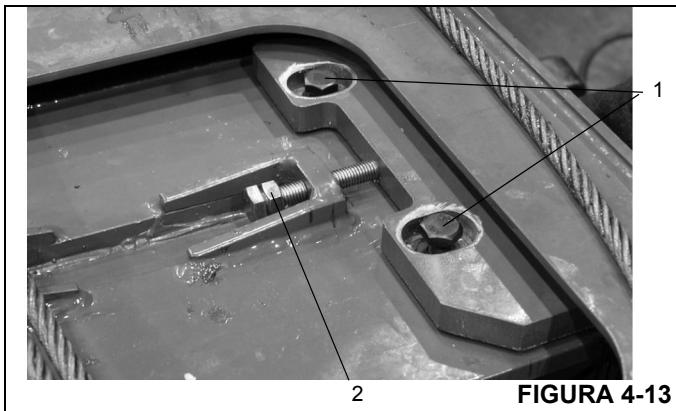

FIGURA 4-13
2. Remova o parafuso (Figura 4-13, 1), a arruela e a arruela de deslocamento que fixam as placas de desgaste ajustáveis superiores traseiras e remova as placas de desgaste, as placas de retenção e os parafusos (Figura 4-13, 2) da parte superior da seção intermediária interna. Observe e anote a localização das placas de desgaste e dos calços para a instalação.